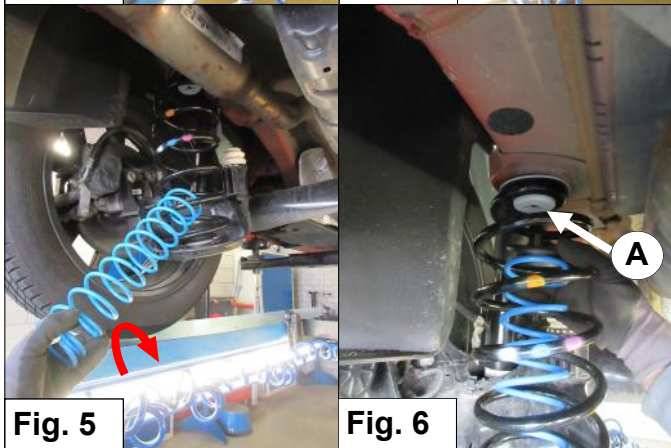

Fig. 5
9. Drehen Sie die Hilfsfeder **B** vollständig in die Hauptfe-der. *Siehe Fig. 5.*